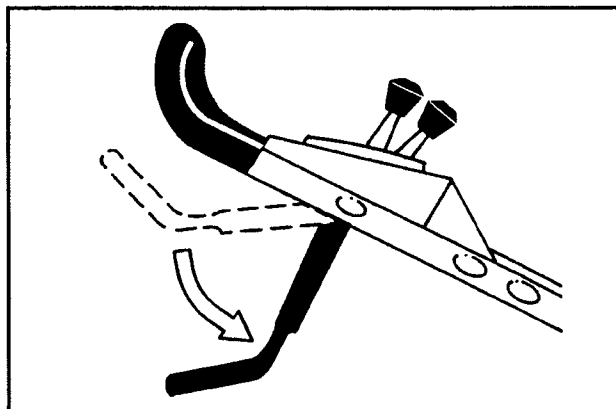

Figure 17
4. Relâchez la barre de commande (fig. 17).